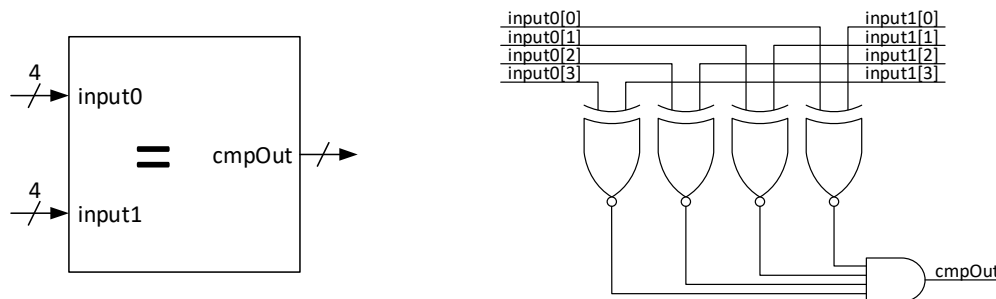
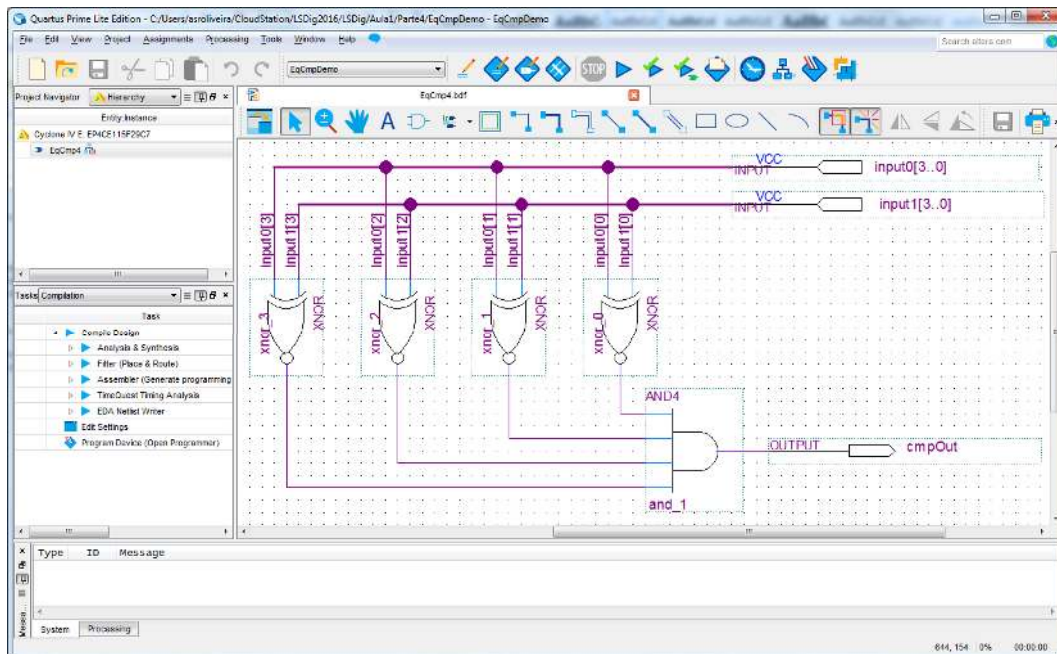

Figura 59 – Diagrama lógico do comparador de igualdade de palavras de 4 bits.
Figura 60 – Diagrama lógico do comparador de igualdade de palavras de 4 bits com interligação e identificação dos diversos elementos do circuito.
2. Crie um novo ficheiro para um diagrama esquemático, chamado “EqCmp4.bdf”, para implementar um comparador de igualdade de palavras de 4 bits (Figura 59). No final da edição do esquema lógico, o circuito deve ser semelhante ao da Figura 60. Utilize os componentes “xnor” e “and4” da biblioteca do “Quartus Prime” acessível através do “Symbol Tool”.